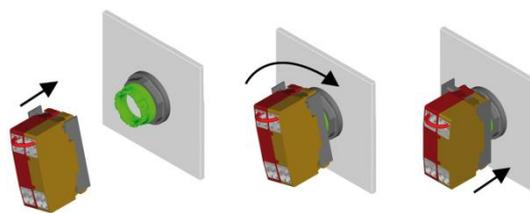

Abbildung 4: Korrekte Montage der modularen Kontaktgeber MTZU, MTZU\_564
3. Betätiger mit der Kunststoffmutter befestigen. (Max. Anzugsdrehmoment beachten, vgl. Abbildung 4)